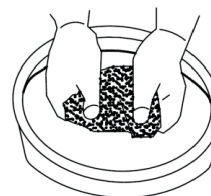

Fig. 22
2. Spălați elementul filtrant în solvent. (Fig. 22)